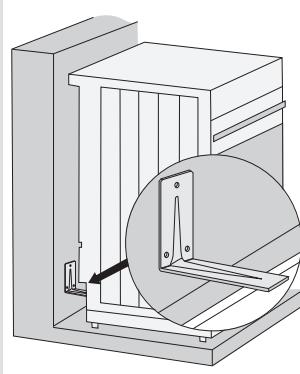

рис. 1
- Акуратно підніміть кріплення на правій і лівій стороні дверцят (позначка 1 на кріпленнях) та потягніть їх від скла (позначка 2 на кріпленнях) (див. Рис. 1)
- Повністю відкривши дверцята духовки, розверніть петлі назад(рис. 1)
- Розмістіть короткий кінець кіоточка відповідно до позначки на стіні. Довший кінець кронштейна повинен торкатися верхньої поверхні профілю в задній частині приладу (рис. 1).